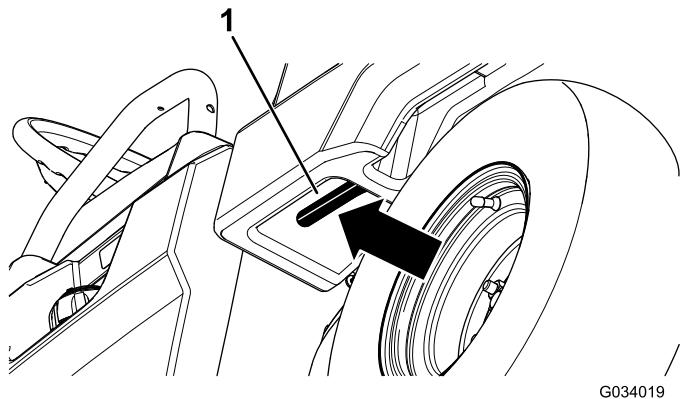

Рисунок 11
1. Потяните рычаг с левой внутренней стороны грузового кузова на себя и поднимите грузовой кузов вверх (Рисунок 11).
1. Немного приподнимите грузовой кузов, нажав вверх на рычаг фиксатора (Рисунок 11).